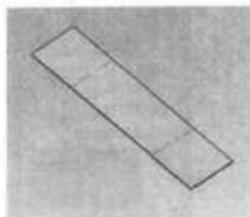

图 8-41 展开的钣金
(2) 零件展开后，折弯线默认为显示，如图 8-41 所示。若要隐藏此草图，用鼠标右键单击折弯线草图，然后在快捷菜单中选择“隐藏”命令。系统会计算出展开钣件的正确总长度，包括对于折弯半径与折弯系数的补偿。
(3) 单击 压缩 工具，或鼠标右键单击特征管理器设计树中的“平板型式”，然后在快捷菜单中选择“压缩”命令，将零件恢复到折叠的状态。